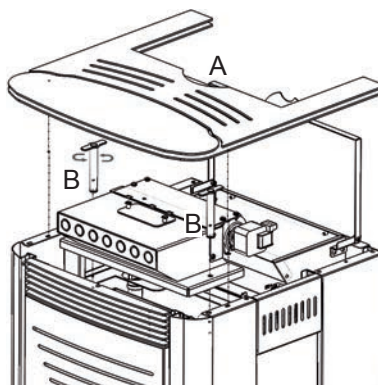

Fig. 10
- Sollevare il rivestimento superiore ( A ) e girare in senso antiorario le 2 chiavi di serraggio ( B ); ( Fig. 10 )